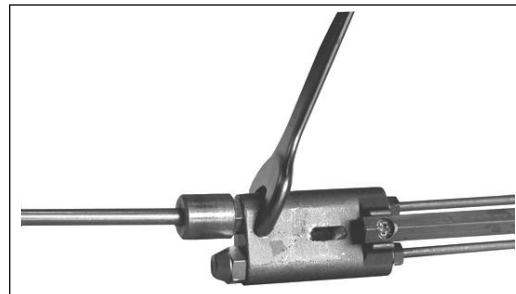

Fig. 53
- Schrauben Sie die Düsen mit zwei Schraubenschlüsseln (16 und 24 mm) ab, wie in Abb. 53.